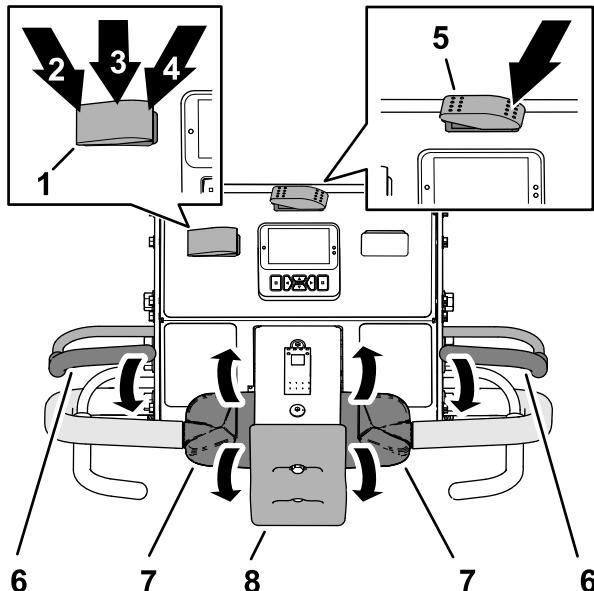

Figura 74
- Premete l'interruttore trasporto/arieggiatura selezionando TRASPORTO (Figura 74).